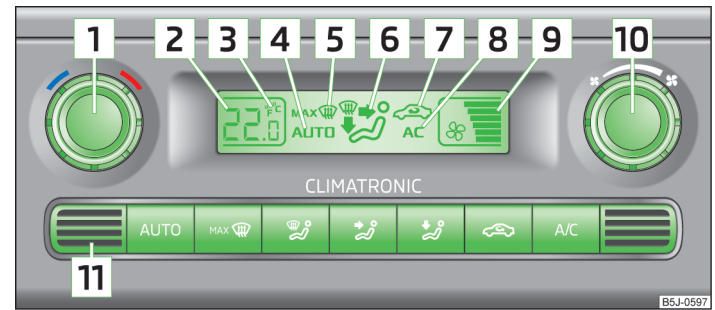

Fig. 80 Climatronic: Elementos de mando
No cubra con adhesivos ni tape el sensor de la temperatura del habitáculo  » fig. 80; de lo contrario, esto podría influir negativamente sobre el Climatronic.
- Pulse la tecla **AUTO** » fig. 80 de la página 87, en la pantalla se visualizará **AUTO**.
- Gire el regulador giratorio  » fig. 80 de la página 87 hacia la izquierda o la derecha para reducir o aumentar la temperatura, respectivamente.
En la pantalla aparecerá el dato en la unidad de medida deseada de la temperatura (pos.  » fig. 80 de la página 87).
- Pulse la tecla  » fig. 80 de la página 87.
- Pulse de nuevo la tecla  » fig. 80 de la página 87.
► Gire el regulador giratorio  » fig. 80 de la página 87 hacia la izquierda o la derecha para reducir o aumentar la velocidad de giro del ventilador.
El número de revoluciones ajustado para el ventilador se muestra en la pantalla con el número pertinente de segmentos en el símbolo  » fig. 80 de la página 87.
► Pulse la tecla  » fig. 80 de la página 87.
► Pulse de nuevo la tecla  » fig. 80 de la página 87 o la tecla **AUTO**.